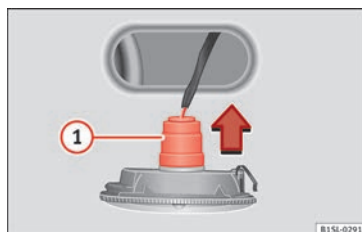

Fig. 93 Intermitente lateral: cambio de las lámparas.
2. Extraiga el intermitente lateral de la carrocería haciendo palanca ②.
3. Extraiga el portalámparas con la lámpara en la dirección de la flecha » **fig. 93** ①.